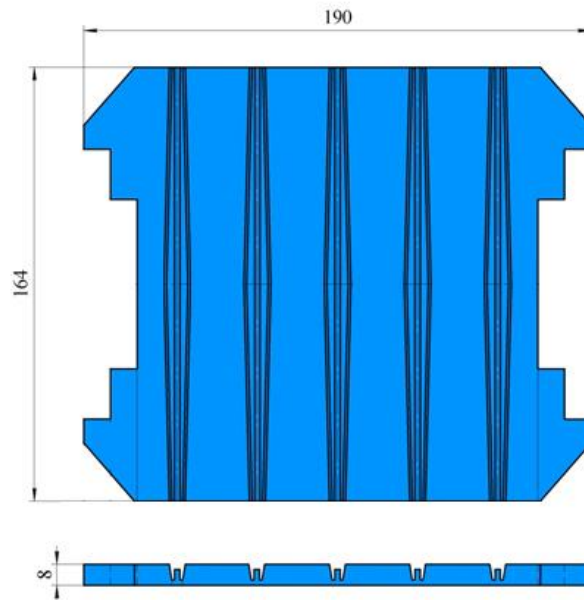

Рисунок 5. Прокладка подрельсовая
– подрельсовая прокладка (рис. 5);